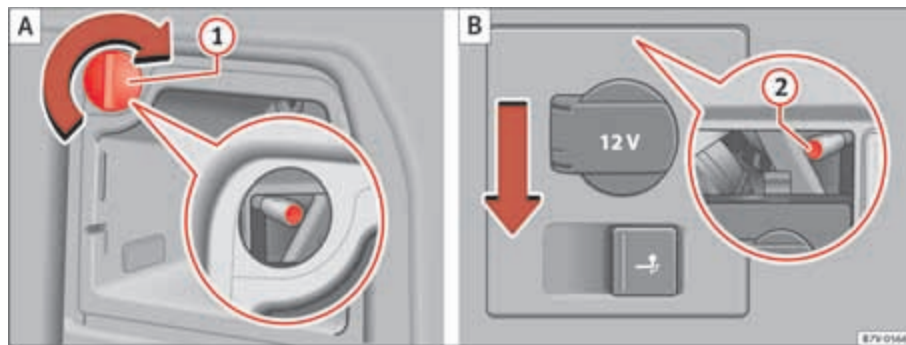

Fig. 208 En el lateral del maletero: Desmontar las luces posteriores izquierda y derecha. ① retirar el capuchón; ② tornillo de fijación.
4.	Gire el capuchón ⇒ fig. 208 ① 90° en el sentido de la flecha y retírelo.
5.	Desenrosque el tornillo de fijación ⇒ página 346, fig. 208 ② con el destornillador de las herramientas de a bordo ⇒ página 333. El tornillo queda asegurado en su posición.